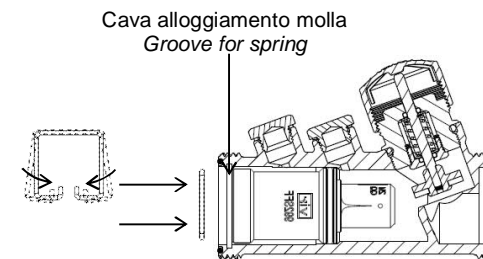

Fig.2
- 5a Inserire la cartuccia nel corpo valvola. Spingere la cartuccia fino a farla fare battuta sul fondo dell'alloggiamento (si veda fig.2);
- 5b Bloccare la cartuccia inserendo la molla e alloggiandola nell'apposita scanalatura (fig.2).
- 5a *Insert the cartridge and into the housing. Push the cartridge until its bottom reaches its seat in the housing (see fig.2);*
- 5b *Block cartridge in its place by inserting the spring into its groove (fig.2).*